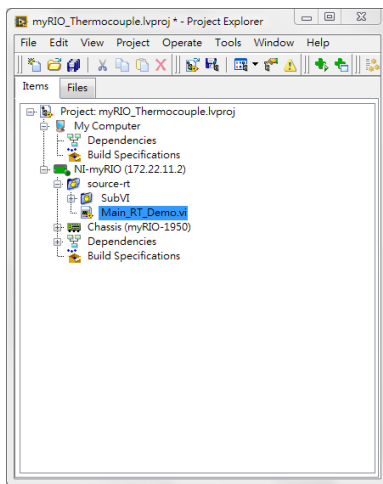

Fig 3. 執行程式 Main_RT_Demo.vi
- (1). myRIO 接上電源，並使用乙太網路線與電腦連接。
- (2). myRIO 具有兩端 IDC 34-pin 的排線連接 8-ch 熱電偶溫度感測模組。
- (3). 開啟 myRIO_Thermocouple-1950_r2>>myRIO_Thermocouple.lvproj>>NI-myRIO (172.22.11.2)>>source-rt>> Main_RT_Demo.vi(Fig 3.)